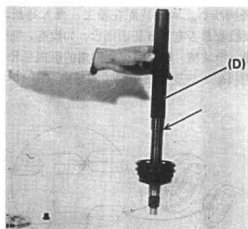

图 10-57
用液力轴承安装器 (D) (专用工具) 压入一档齿轮衬套 (图 10-57)。